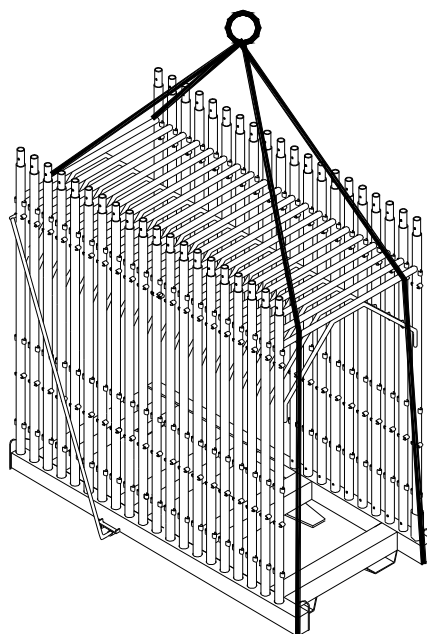

Fig. n. 5
3.2 Agganciare i terminali (ganci) dei 4 pendenti agli anelli predisposti opportunamente ai lati del "Portatelai". E' importante verificare la corretta imbragatura del contenitore (Fig. n. 5).